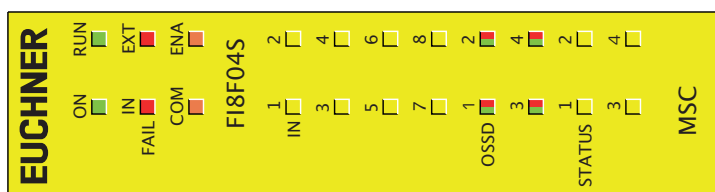

Figure 16 :
8.3.4. Module FI8FO4S (Figure 16)